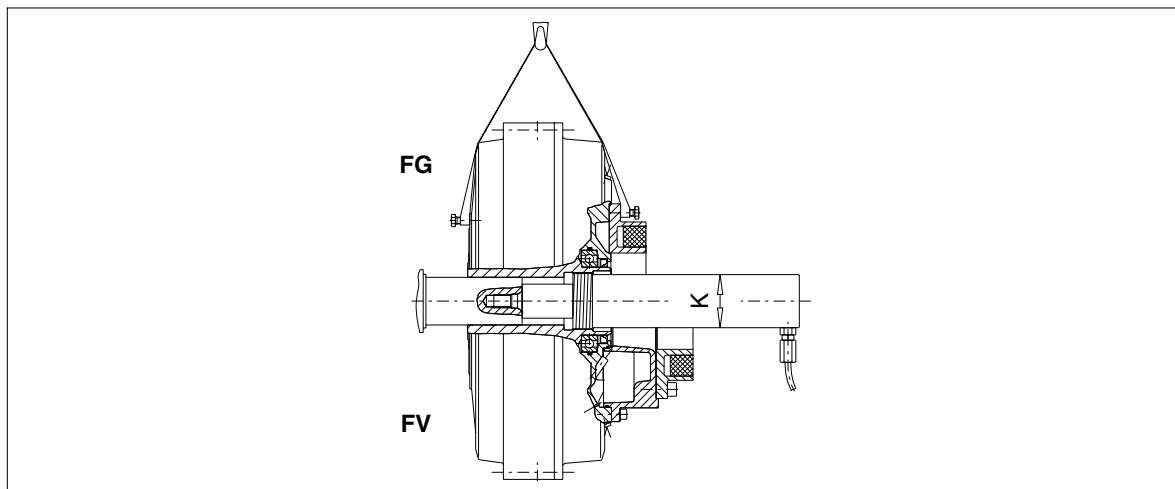

Рис. 16: Демонтаж муфты FLUDEX с помощью гидравлического ходового винта или гидравлического цилиндра
- Демонтаж резьбовой втулки (143).
- Гидравлический цилиндр с соответствующей головной резьбой "К" (смотри таблицу 10) завинтить в опорную резьбу полого вала (106) (смотри рис. 16).